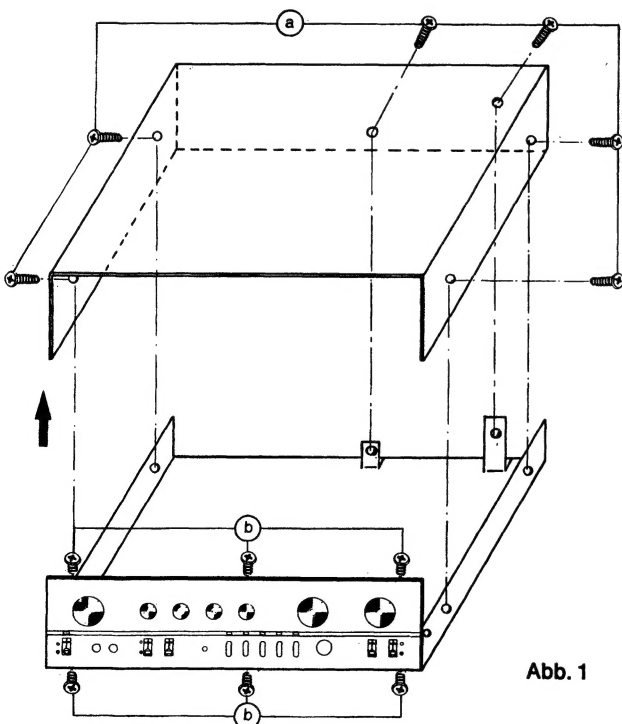

Abb. 1
2. Gehäuseoberteil nach oben abheben (Abb. 1).
1. Die Schrauben (b) herausdrehen (Abb. 1).